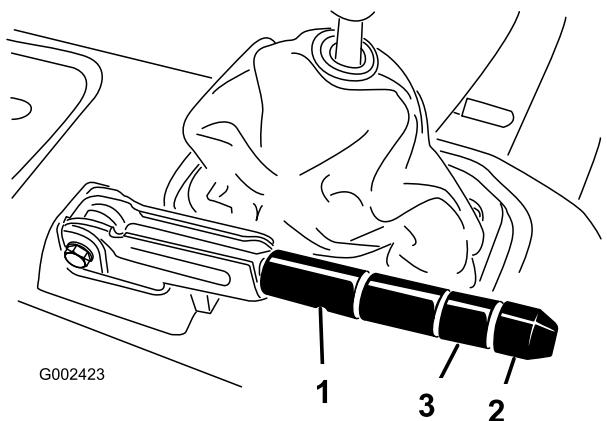

Figura 68
2. Afloje el tornillo de fijación que sujetla el pomo a la palanca del freno de estacionamiento (Figura 68).